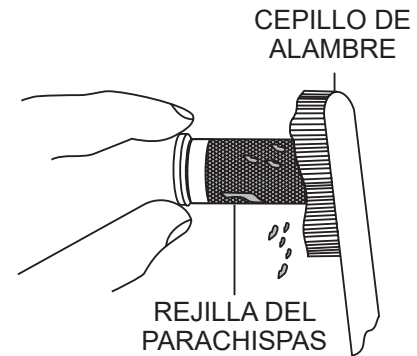

Figura 24. Limpieza del parachispas
4. Elimine cuidadosamente los depósitos de carbón de la rejilla del parachispas (Figura 24) con un cepillo de alambre.